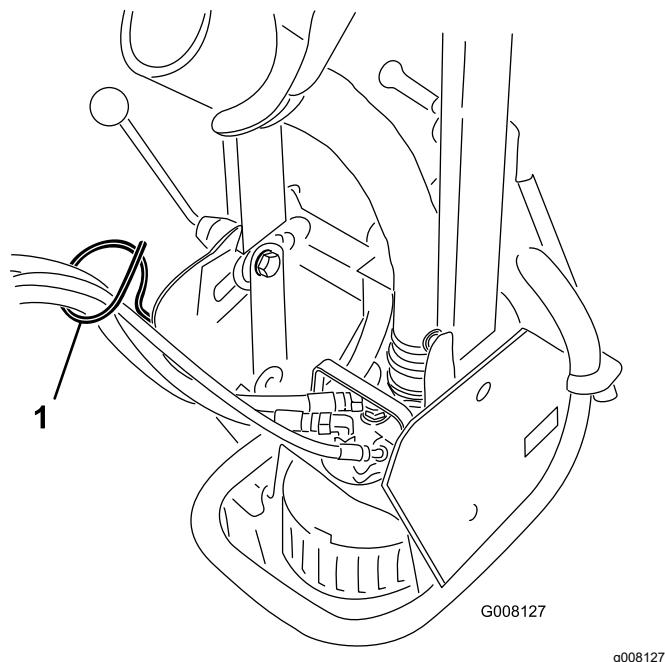

Рисунок 4
6. Вставьте гидравлические шланги в выносную гидравлическую систему машины Sand Pro. Расположите шланги в направляющей шлангов (**Рисунок 4.**) Не допускайте перекручивания или резких перегибов гидравлических шлангов.